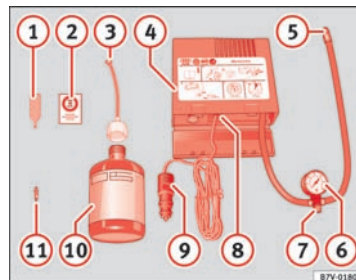

Fig. 135 Havarisættets dele
Værktøjet til af- og påmontering af ventilkegler **1** ⇒ Fig. 135 har en slids på den nederste ende, som ventilkeglen passer ind i. Kun på den måde kan ►
- Klæb mærkaten ② ⇒ Fig. 135 ⇒ Side 201 på instrumentpanelet i førerens synsfelt.
- Skru ventilkeglen ud ved hjælp af værktøjet til af- og påmontering af ventilkeglen ①, og læg den på et rent underlag (klud, papir eller lignende).
- Ryst aldrig flasken med tætningsmiddel ⑩ kraftigt ⇒ Fig. 135 ⇒ Side 201.
- Skru påfyldningsslangen ③ på flasken ⑩. Folien på lukningen bliver automatisk brudt.
- Fjern proppen fra påfyldningsslangen ③, og sæt den åbne ende helt på dækventilen.
- Hold flasken ⑩ med bunden opad, og fyld alt tætningsmiddel fra flasken i dækket.
- Skru ventilkeglen ind i dækventilen igen med værktøjet til afmontering af ventilkegler ①.
- Skru luftkompressorens påfyldningsslange ⑤ ⇒ Fig. 135 ⇒ Side 201 fast på dækventilen.
- Sørg for, at luftaftapningsskruen ⑦ er lukket.
- Sæt stikket ⑨ i 12-volts-stikdåsen.